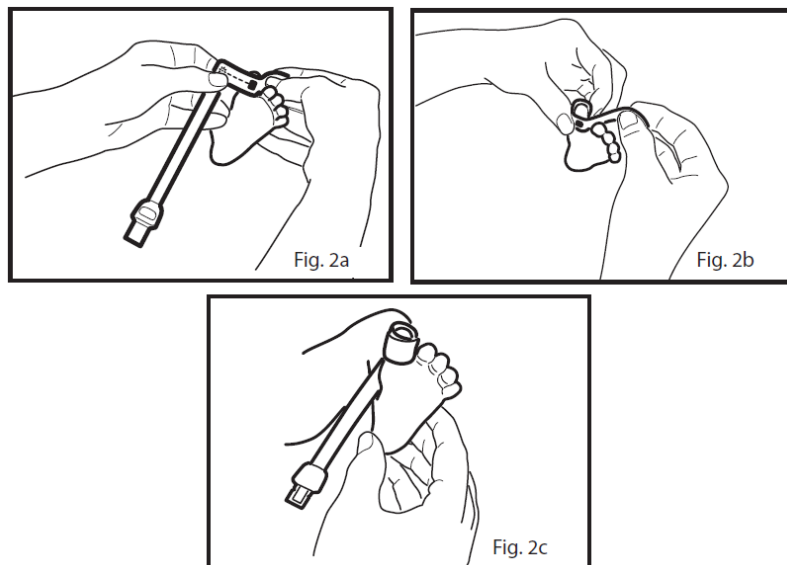

Fig. 20 Application du capteur RD SET pour les nourrissons de 3 à 20 kg
- 2 Voir la fig. 2a dans Fig. 20 : Dirigez le câble du capteur de manière à ce qu'il longe le dessus du pied. Positionnez le détecteur
- 3 Voir fig. 2b dans Fig. 20 : Enroulez l'adhésif autour de l'orteil de façon à ce que l'émetteur soit positionné sur le lit de l'ongle du gros orteil. Une couverture complète de la fenêtre du détecteur est nécessaire pour garantir la précision des données.
- 4 Voir fig. 2c dans Fig. 20 : Veillez à ce que la fenêtre de l'émetteur (étoile rouge) soit alignée sur la partie supérieure de l'orteil, directement en face du détecteur. Vérifiez le positionnement correct et le repositionnez si nécessaire.